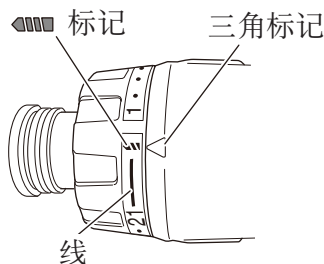

图14
- 当离合器转盘位于“21”和钻机标记中部的黑线之间时，请勿使用本机，否则会造成损坏。（图14）